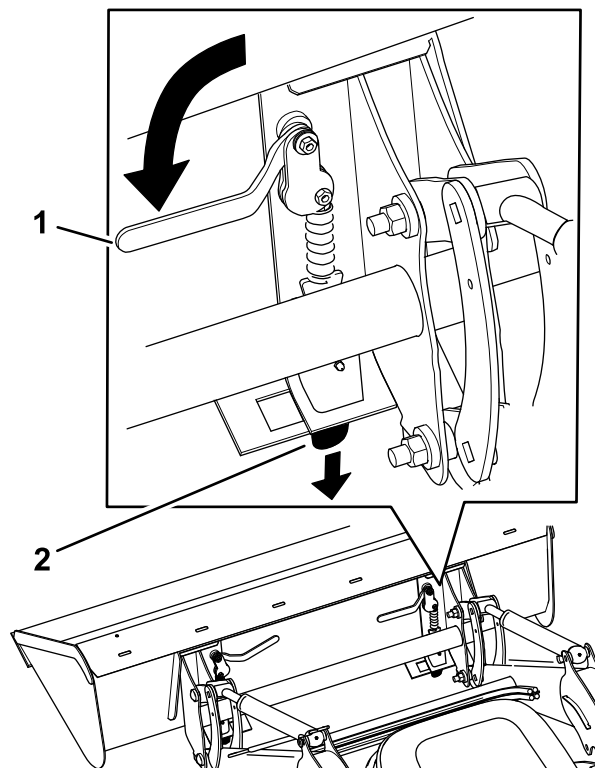

Рисунок 58
8. Поверните рычаги быстроразъемного соединения внутрь так, чтобы штифты быстроразъемного соединения полностью прошли через монтажную пластину (Рисунок 58).